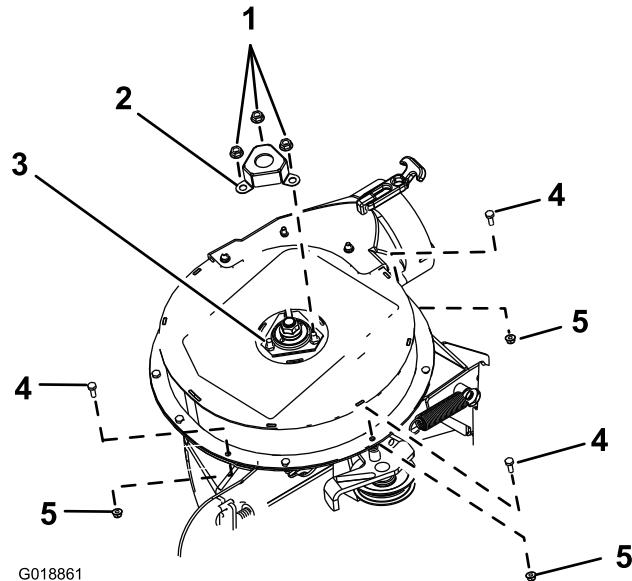

Figure 6
1. Retirez les 3 écrous cannelés qui fixent le couvercle d'arbre au ventilateur (Figure 6).
2. Déposez la protection d'arbre et mettez-la au rebut (Figure 6).
3. Retirez les 3 boulons à tête hexagonale ($1/4 \times 3/4$ po) et les 3 contre-écrous ($1/4$ po) du carter de ventilateur, comme montré à la Figure 6.